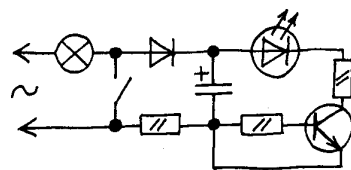

рис.4
5. Быстрее найти в темной прихожей выключатель освещения поможет схема "мигалки" на транзисторе КТ315 или аналогичном, работающем в режиме лавинного пробоя (рис.4). Остальные детали: диод выпрямительный Д226 или аналогичный, све-